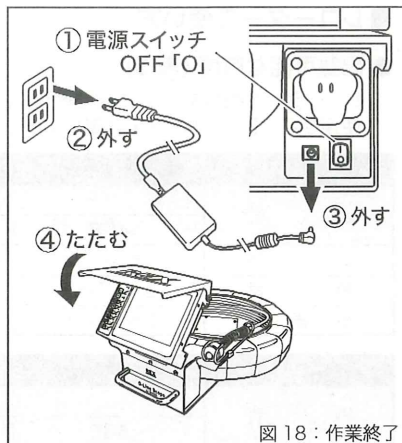

図 18 : 作業終了
8. 作業終了 (図18)
- ①電源スイッチを必ず「O」(OFF) にします。
- ②ACアダプターをコンセントから外し、
- ③本体からも取り外してください。
- ④液晶モニターとフードを畳んでください。